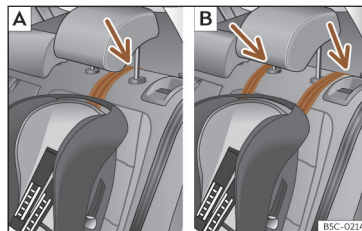

Fig. 38 Bancos traseiros: ajuste e montagem em função do cinto Top Tether.
- Coloque a correia por baixo do encosto de cabeça (em função das instruções da própria cadeira, levante ou retire o encosto de cabeça se for necessário) >>> **Fig. 38**.